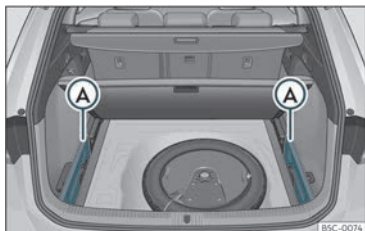

Fig. 120 Nel bagagliaio: alloggiamento per la riposizione del pianale avvolgibile.
• Rimuovere i coperchi a sinistra e a destra >>> fig. 120 (A).